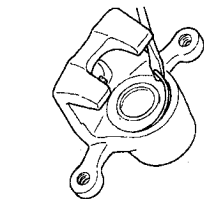
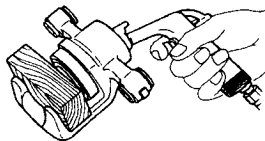

Рис. 9.11 Снимите крепежное кольцо пылезащитного колпачка (См. Раздел 5)
Рис. 9.12 Извлечение поршня при помощи сжатого воздуха (См. Раздел 5)
5. Снимите крепежное кольцо пылезащитного колпачка, поддев его при помощи отвертки (См. Рис. 9.11), затем направьте сжатый воздух в отверстие подачи тормозной жидкости и выдавите поршень и пылезащитное кольцо (См. Рис. 9.12).